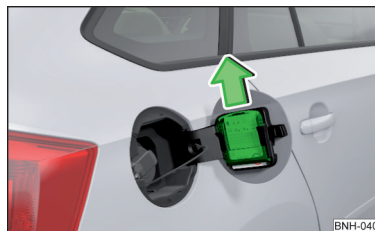

Abb. 123
- › Den Eiskratzer in Pfeilrichtung herauschieben » **Abb. 123.**